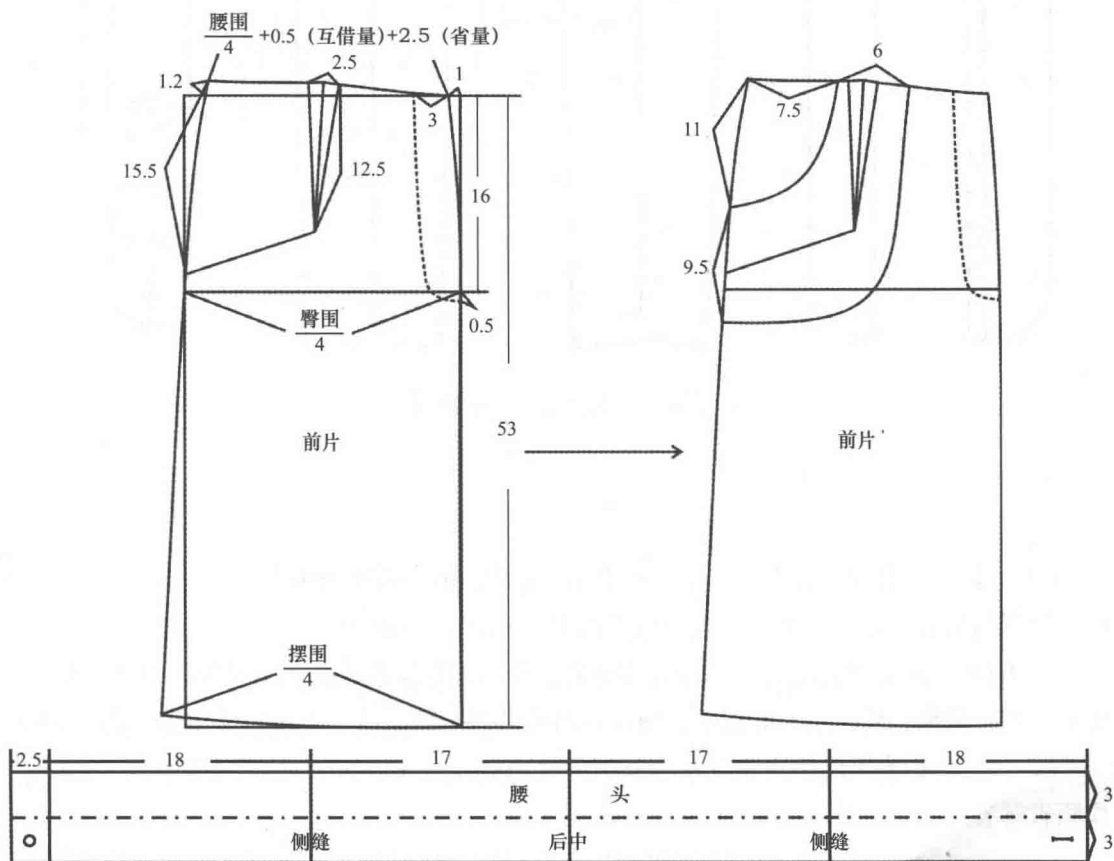
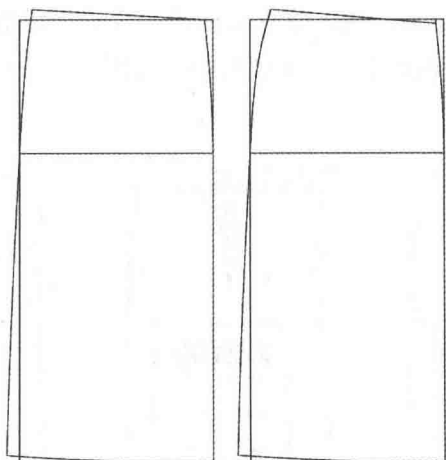

图6-62 时装裙前片结构图
图6-64 前片结构图
(2) 运用我们前面所学的富怡服装 CAD 裙子制板知识，并结合图 6-62、图 6-63 所示各部位计算方法；运用富怡 CAD 把图 6-64 绘制好。